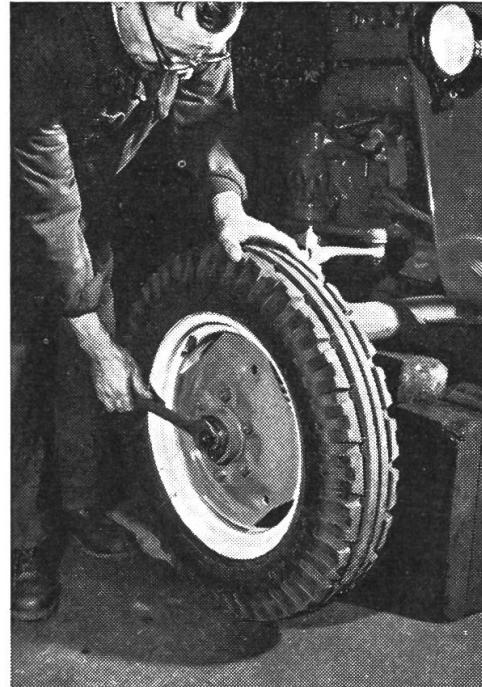

Abb. 2
65. Auch das «Hämmern gegen Metall» ist ein Beweis, dass die Vorderradlager Spiel haben. Nun, wir wollen jetzt an die Arbeit gehen und diesen Zustand beseitigen, denn das Nachstellen der Radlager muss verstanden sein. Man nimmt mit Gefühl die Radkappe ab und entfernt aus ihr das alte Fett. Unter der Radkappe sitzt die Kronenmutter, die mittels eines Splintes gesichert ist. Man wird sofort erkennen, dass auch sie mit Fett zugesetzt ist. Wir nehmen deshalb eine Büchse, füllen Dieseltreibstoff hinein, tauchen einen Pinsel in den Treibstoff und reinigen damit die Achsmutter (Kronenmutter). Da sich Treibstoff gern an Gummireifen zu schaffen macht, halten wir die Konservenbüchse so unter die Achsmutter, dass abfliessender Dieseltreibstoff in die Büchse tropft. Beim Reinigen achten Sie vor allem darauf, dass keine Spänchen oder auch Sandkörnchen zurückbleiben, weil sie eine schmierende Tätigkeit ausüben und die Radlager dann frühzeitig zerstören (siehe Abbildung 2).